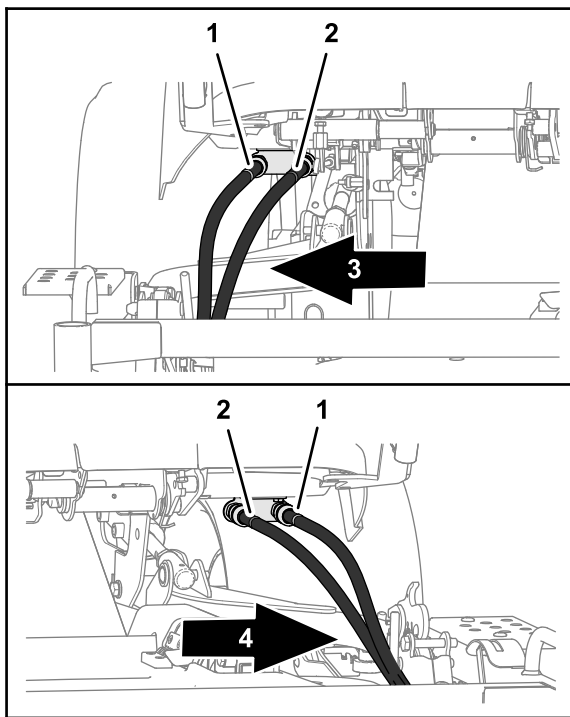

Figura 114
- Desconecte las mangueras hidráulicas de cada lado de la unidad de tracción (Figura 114).
- A. Conecte la manguera hidráulica marcada con un identificador azul en el acoplamiento de desconexión rápida hacia el interior (marcado con un identificador azul); consulte la Figura 114 en Retirada de la carcasa de corte (página 76).
- B. Conecte la manguera hidráulica marcada con un identificador rojo en el acoplamiento de desconexión rápida hacia el exterior (marcado con un identificador rojo); consulte la Figura 114 en Retirada de la carcasa de corte (página 76).